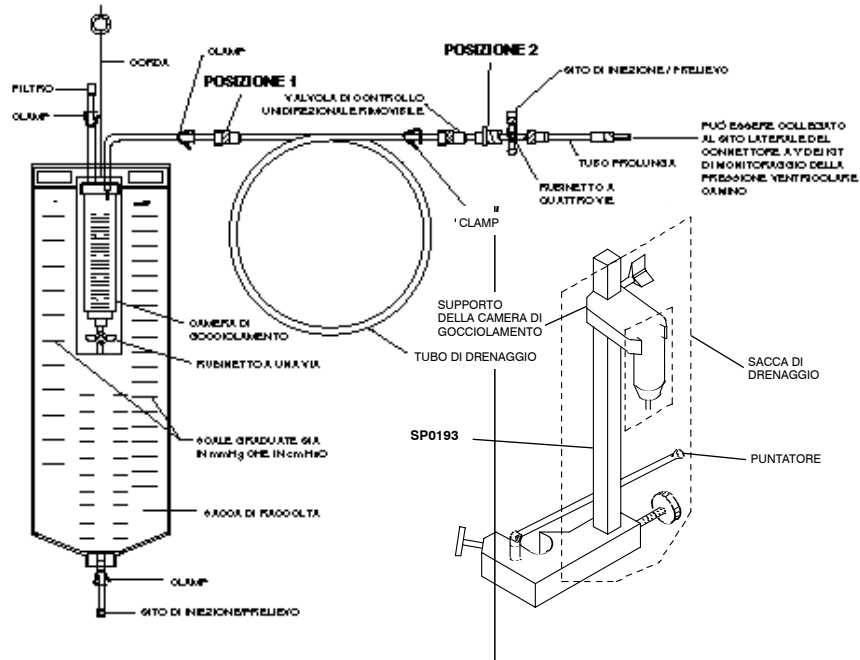

Figura 1. Descrizione del sistema
Il sistema di drenaggio ventricolare, modello NL850-500V (vedere la figura 1) fornisce un percorso sterile per il drenaggio del liquor cefalorachidiano (CSF) da un catetere ventricolare ad una sacca di raccolta. I componenti del sistema facilitano il drenaggio ventricolare, l'iniezione di liquidi, il prelievo di campioni di liquor ed il monitoraggio della pressione intracranica (PIC), se usati con i kits per il monitoraggio della pressione ventricolare Camino.
- Quando si utilizza il fermo NL850 PC, attaccarlo all'asta da flebo. Regolare l'altezza del fermo in modo tale che il puntatore allungabile si trovi approssimativamente in corrispondenza dei ventricoli del paziente (la parte superiore dell'orecchio del paziente) e che sia ben fissato in posizione. Attaccare quindi la sacca al fermo facendo scorrere la camera rigida verso il basso attraverso il porta buretta fino a quando si ferma. (vedere la figura 1). Per mantenere una pressione intracranica appropriata, utilizzare la scala di altezza posta sulla sacca. Per esempio, per ottenere una pressione intracranica di circa 15 mmHg, la tacca di 15 mmHg sulla sacca deve essere allineata al puntatore, che deve essere posizionato all'incirca allo stesso livello in cui si trovano i ventricoli del paziente. Dopo aver eseguito l'allineamento, accertarsi che il porta buretta sia stato bloccato in situ.
El Sistema de drenaje ventricular, modelo NL850-500V (véase la figura 1) proporciona una vía estéril de fluidos para el drenaje del líquido cefalorraquídeo (LCR) desde un catéter intraventricular a una bolsa de recogida. Los componentes del sistema facilitan el drenaje ventricular, la inyección de líquido, la obtención de muestras de LCR y la monitorización de la presión intracraneal (PIC) cuando se utiliza en combinación con los equipos de monitorización de la presión intraventricular Camino.
Ajuste la altura del soporte de la barra del gotero para que el puntero extendido esté ubicado aproximadamente a nivel de los ventrículos del paciente (la parte superior de la oreja del paciente) y fijelo en su sitio. A continuación, una la bolsa al soporte de la barra del gotero deslizando la bureta hacia abajo en el portaburetas hasta que se detenga (véase la figura 1). Utilice la escala de presión de la bolsa para mantener la PIC apropiada. Por ejemplo, para mantener una PIC de aproximadamente 15mmHg, la marca de 15mmHg de la bolsa debe estar alineada con el puntero, que está aproximadamente a nivel con los ventrículos del paciente. Después de alinear la bolsa, asegúrese que la portaburetas esté fijada en su sitio.